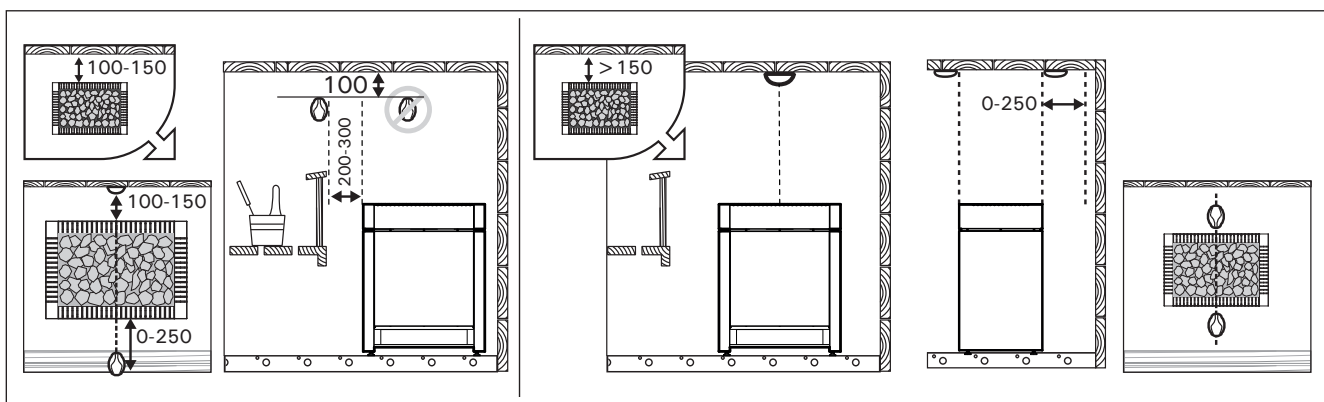

Рисунок 7. Установка датчиков (все размеры приведены в миллиметрах)
- Установите температурный датчик на стену сауны, как показано на рис. 7. При установке каменки от стены далее, чем 150 мм, датчик должен быть установлен на потолок.